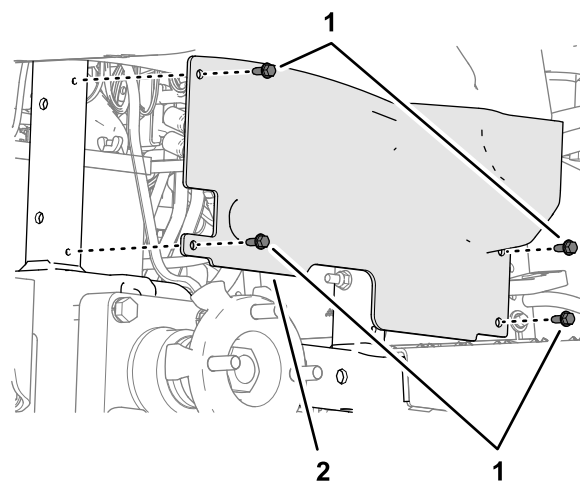

Рисунок 31
- Отверните 4 колпачковых винта с фланцем ($\frac{1}{4} \times \frac{5}{8}$ дюйма), которые крепят кожух колеса к раме машины (Рисунок 31).
- Совместите отверстия в кожухе колеса с рамой машины (Рисунок 31) и прикрепите кожух к раме с помощью 4 колпачковых фланцевых винтов ($\frac{1}{4} \times \frac{5}{8}$ дюйма), снятых при выполнении пункта 3.